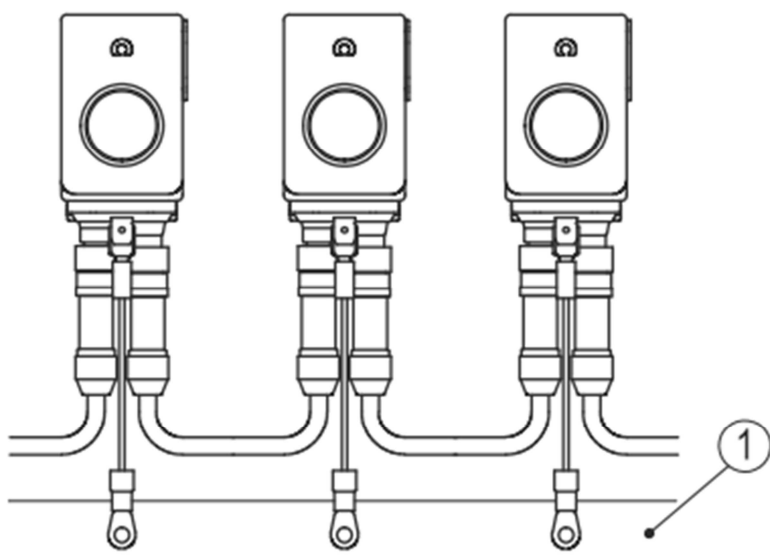

図 6 : アースバー
複数の機器をご使用いただく場合、アースバー①への接続を推奨します。（図 6 参照）